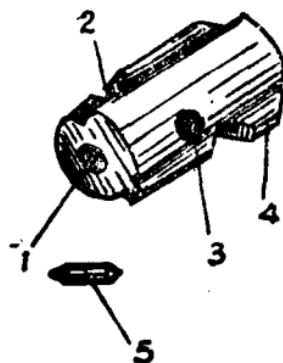

图8 机尾
5. 机尾（图8）：其功用为使撞針成待发状态和保险状态。
①撞針杆孔 連接撞針用。
②击发阻铁突筈 前切面当关闭枪机时，被阻铁头卡住，成待发状态，后斜面为打开枪机时下压阻铁头用。
③保险凹槽 容纳保险轴的圆面用。
④插銷及插銷孔 用以连接撞針和机尾。